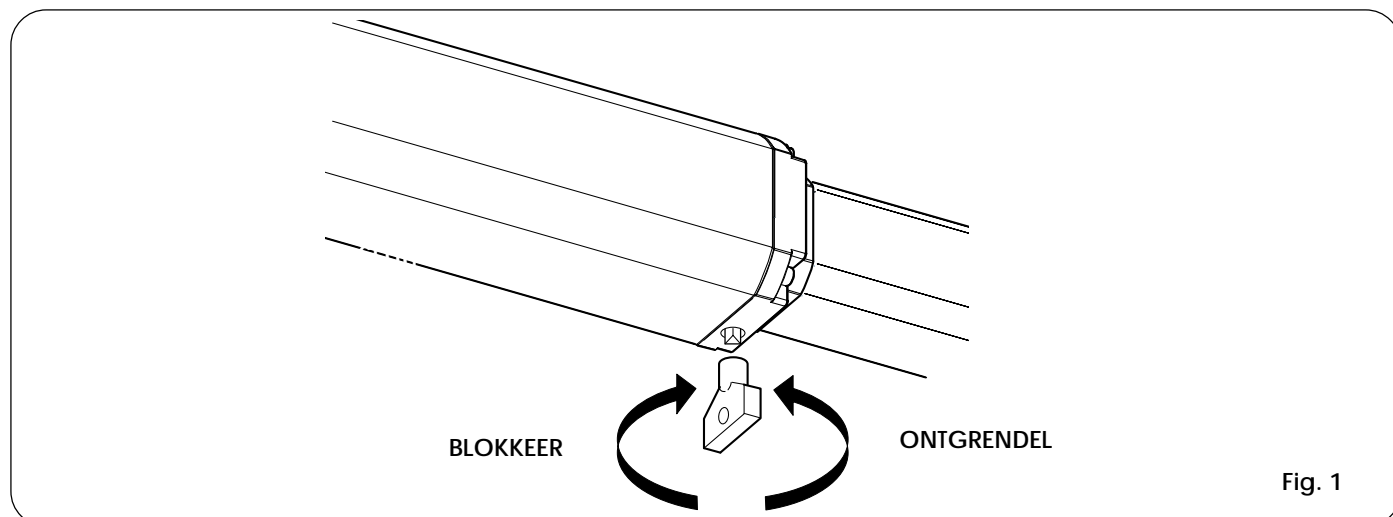

Fig. 1
- Steek de driehoekige sleutel in de ontgrendelschroef die aan de onderkant van de flens zit (Fig. 1).
- Om de aandrijving weer te vergrendelen moet de ontgrendelknop (Fig. 1) met de klok mee worden gedraaid tot hij niet verder kan.